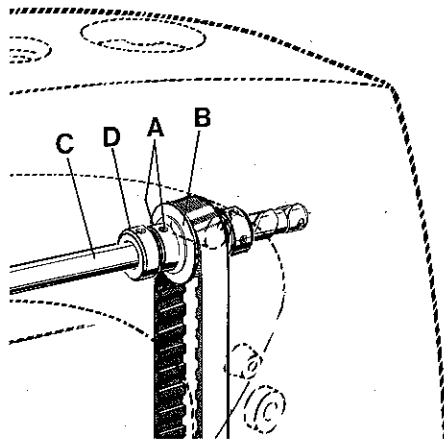

Fig. 40
While rotating pulley in operating direction, the spreader should begin to move from its extreme left position to the right as the needle bar descends 0,8 to 1 mm (.032 to .040 in.) from top of stroke. Adjustment for timing the spreader travel can be made by loosening the two screws (A, Fig. 40) in the hub of sprocket (B), right inside the arm casting, advance or retard sprocket on shaft for spreader drive (C) as required. Thrust hub of sprocket against collar (D) when retightening screws (A).
Drehen Sie am Handrad in Näherichtung, der Leger soll beginnen sich aus seiner linken Endstellung nach rechts zu bewegen, wenn sich die Nadelstange von ihrer obersten Stellung etwa 0,8 bis 1 mm nach unten bewegt hat. Die Legerbewegung läßt sich nach Lösen der beiden Schrauben (A, Fig. 40) in der Nabe des Zahnriemenrades (B), rechts im Maschinenarm und entsprechendes vor- oder zurückdrehen des Zahnriemenrades auf der Welle für Legerantrieb (C) zeitlich abstimmen. Beachten Sie, daß die Nabe des Zahnriemenrads am Stelling (D) anliegt, wenn Sie die Schrauben (A) wieder anziehen.